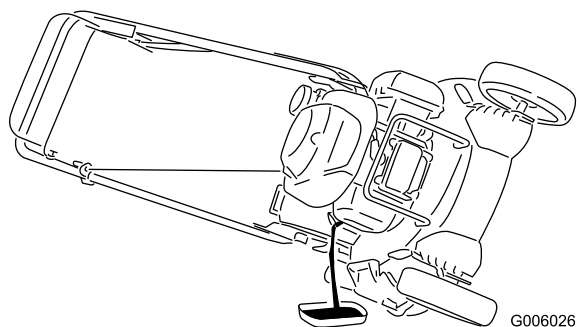

Figure 41
3. Inclinez la tondeuse sur le côté (filtre à air vers le haut) pour vidanger l'huile usagée par le goulot de remplissage (Figure 41).